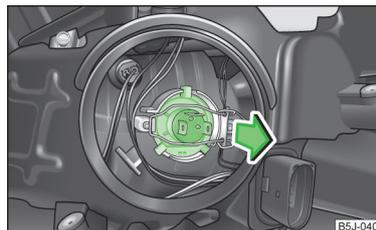

Fig. 162 Desmontar la bombilla para luz de cruce y de carretera
- Retire el conector de la bombilla, desbloquee el estribo de seguridad y extraiga la bombilla en dirección de la flecha » fig. 162.